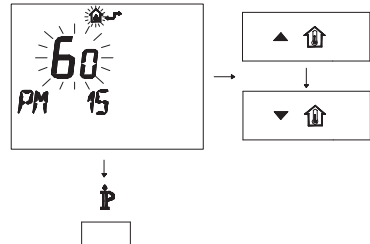

Fig. 5.55
- Modificare il SET programmato agendo sui pulsanti **▲** **↑** o **▼** **↑** fino a visualizzare un **set di 60**, aspettare che il numero programmato cominci a lampeggiare (Fig. 5.55).